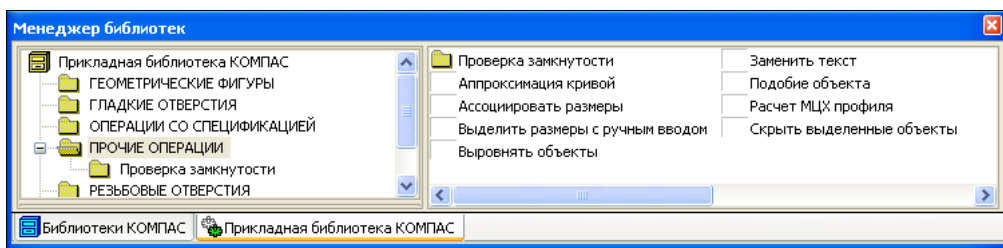

Рис. 26.32. Диалоговое окно **Менеджер библиотек** с открытым разделом **ПРОЧИЕ ОПЕРАЦИИ**
- ♦ щелкните ЛК мыши по знаку "плюс" перед разделом **ПРОЧИЕ ОПЕРАЦИИ**. Его содержание раскроется в правой части (рис. 26.32). Обратите внимание на такие библиотеки: **Выровнять объекты**, **Скрыть выделенные объекты**, **Выделить размеры с ручным вводом**. Они могут вам пригодиться. Как ими пользоваться, вы без труда разберетесь;